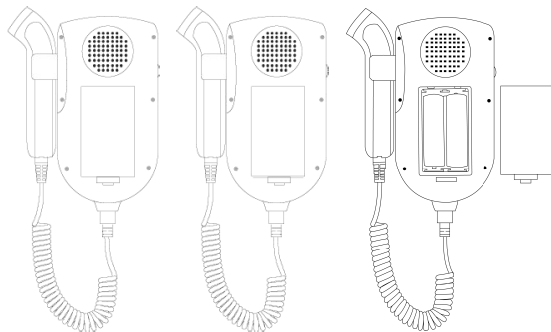

Fig. 4-2 Sostituzione delle batterie
1. Girare il pannello retrostante verso l'alto. Prima aprire il vano della batteria, poi estrarre le batterie dal compartimento (si veda Fig. 4-2).